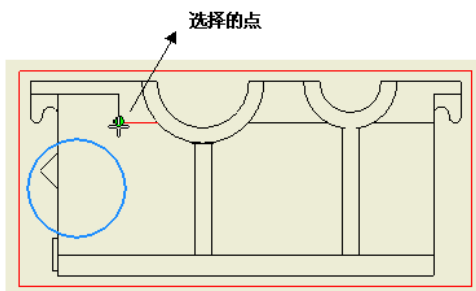

图 12-29 剖切起始点
②单击【放置视图】标签栏【创建】面板上的【局部剖视图】工具按钮，然后选择主视图，打开【局部剖视图】对话框。
③在草图中绘制的圆形被自动选择作为剖切边界的截面轮廓，在【深度】选项中选择【自点】项，然后到主视图中选择如图 12-29 所示的点作为剖切的起始点，最后设置剖切的深度，这里指定为 93mm。